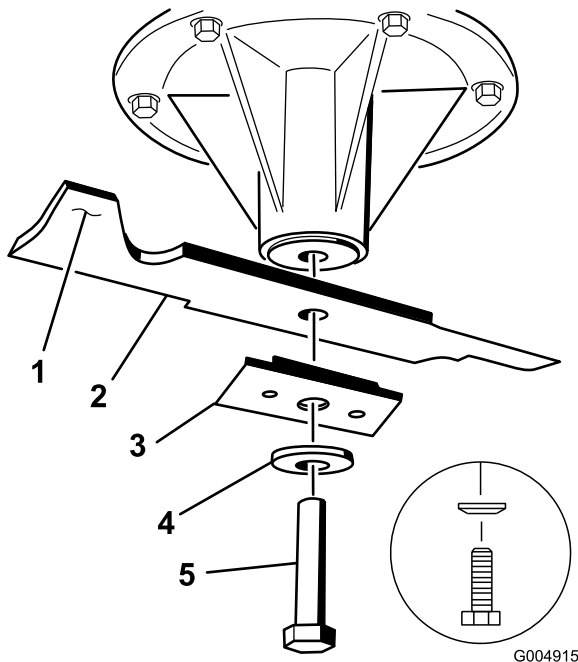

Figure 49
2. Enlevez de l'axe, le boulon, la rondelle bombée, le renfort et la lame (Figure 49).
1. Placez la lame sur l'axe (Figure 49).
Important: Pour obtenir une coupe correcte, la partie relevée de la lame doit être tournée vers le haut et dirigée vers l'intérieur du plateau de coupe (Figure 49).
2. Posez la lame, le renfort, la rondelle bombée et le boulon de lame (Figure 49).